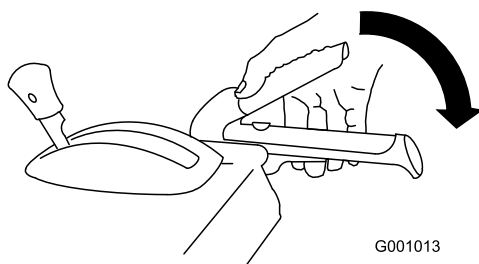

Figura 28
- Innestate la leva della coclea/ventola e mantenetela in posizione (Figura 28).